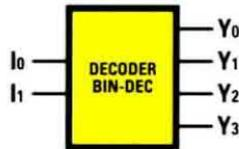

Fig.3 Schema base del componente.
Innestate infine nei rispettivi **zoccoli** i due integrati **IC1-IC2** rivolgendolo verso destra la tacca di riferimento a **U** (vedi fig.3).
Ora prendete il pannello frontale e su questo fissate la **presa femmina** per il **jack cuffia** e i due deviatori a levetta **S2-S3**, collegandoli come appare e semplificato in fig.3.
**Fig.10** La foto di uno dei nostri circuiti sottoposti a collaudo. Non stupitevi se rispetto al disegno pratico di fig.3, troverete dei valori di capacità diversi per i 10 condensatori posti ai lati del commutatore S1 perchè, nell'elenco definitivo, li abbiamo variati dietro consiglio di esperti otorinolaringoiatri ai quali avevamo consegnato il nostro Audiometro per avere dei consigli sulle frequenze da utilizzare. Le frequenze minime e massime generate sulle 5 portate che abbiamo indicato Note Basse - Note Medie - Note Medie Alte - Note Acute e Super Acute sono riportate nell'articolo sotto lo schema elettrico di fig.2.
Tutti i componenti necessari per realizzare l'audiometro **LX.1730** (vedi fig.3), compresi il circuito stampato, la cuffia **CUF32** ed il mobile plastico **MO1730** con la mascherina forata e serigrafata **Euro 54,00**